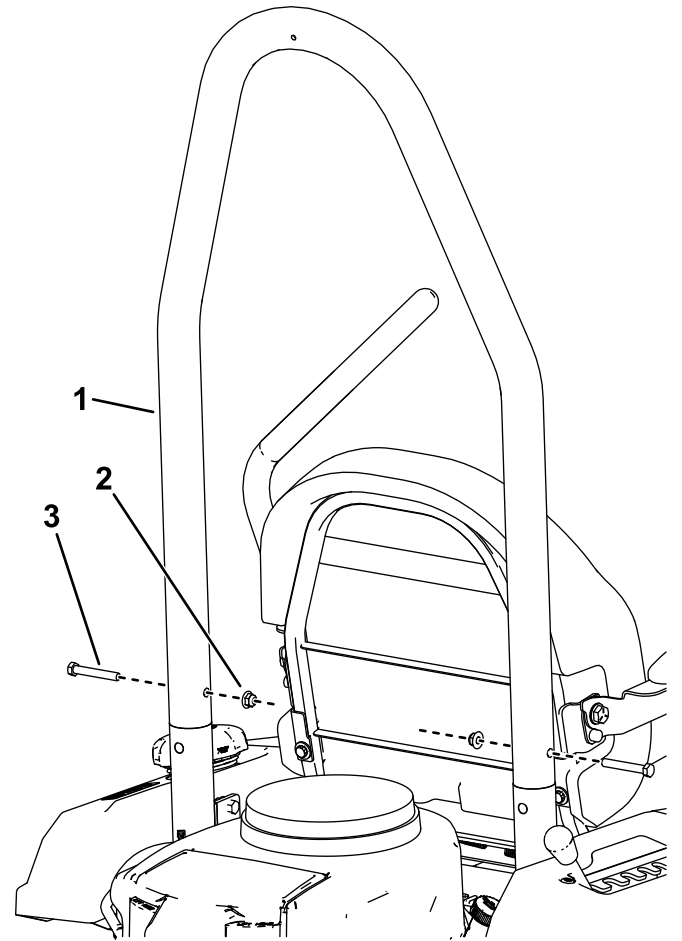

Figura 12
4. Con el ángulo del tubo del ROPS hacia la parte delantera de la máquina, instale el tubo del ROPS en los soportes del ROPS con 2 pernos ($\frac{3}{8}$ " x $2\frac{1}{2}$ ") y 2 contratuercas ($\frac{3}{8}$ "), como se muestra en la Figura 12.